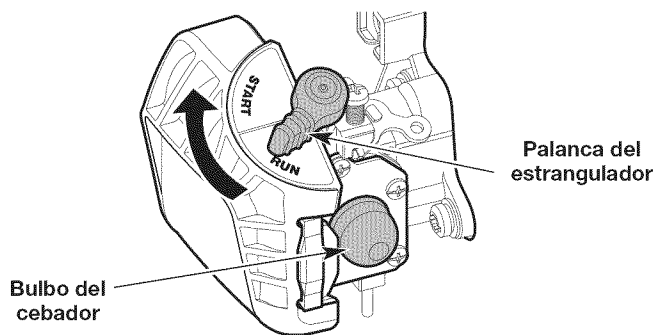

Fig. 4
3. Presione y luego suelte el bulbo del cebador lentamente **10 veces** (Fig. 4). Si no puede ver combustible en el bulbo del cebador, oprima y suelte el bulbo del cebador hasta que se vea combustible.
5. **NO** apriete el control del acelerador. Gire la palanca del estrangulador hacia la derecha hasta que haga clic en la posición **START** (arranque) (Fig. 4).